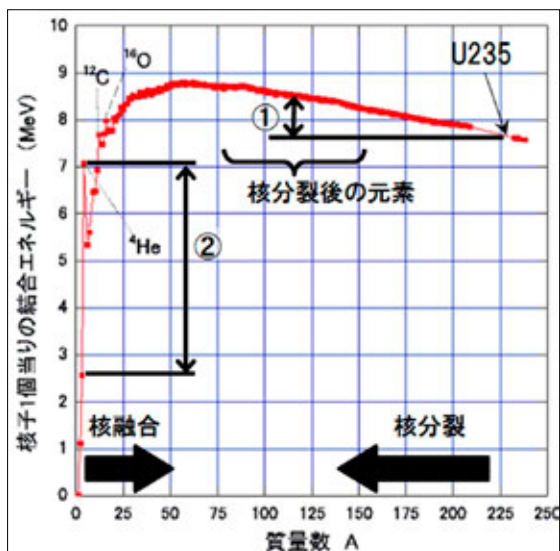

図4 質量数ごとの結合エネルギー
核子1個あたりの結合エネルギーは、図4のように、質量数ごとに異なります。質量数が25～150あたりの核の結合エネルギーは高く、質量数が20以下や200以上の核の結合エネルギーは低くなっています。ウラン235は質量数が235の元素で、**核分裂を起こすと、質量数が80～160くらいの元素2つに分裂します**(まれに3つに分裂しますが割愛します)。**これら元素の結合エネルギーの差(図4の①)がエネルギーとして生じます**。ちなみに核融合反応は、**軽い元素が融合して1つの元素になる反応で、図4の②に相当するエネルギーが放出されます**。①よりも大きいですね。一般的に、核融合は核分裂の**約10倍**のエネルギー放出量だと言われています。
核融合反応は、核分裂反応とは間逆の反応で、軽い原子核を融合することで、図 4 の②に該当するエネルギーが発生する反応です。核分裂反応では多くの放射性廃棄物が生れますが、核融合反応では殆ど生まれません（炉壁などが放射化されますが）。また、核分裂反応のように暴走も原理的に起こりませんし、燃焼によって二酸化炭素も出さないことから、将来期待される次世代エネルギー源と言われています。核融合反応は身近な例があり、その一つは太陽です。その他の恒星も核融合反応で輝いています。また、2015 年にはデロリアンの次元転移装置 Mr.FUSION(ユニバーサル・ピクチャーズ)や、宇宙世紀 0079 年には RX-78 ガンダム(創通・サンライズ)の動力源にも使われています。